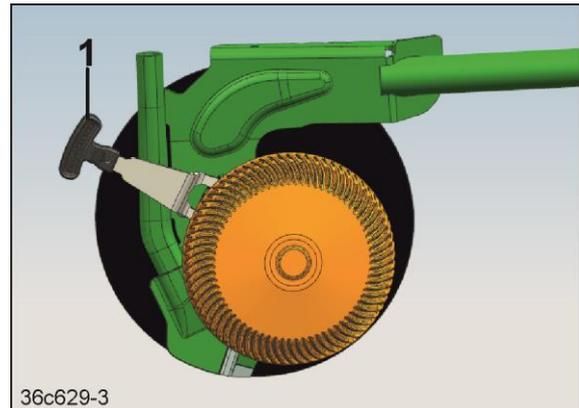

Fig. 267
2. Der Hebel (Fig. 267/1) dient zum Betätigen der Tiefenführungsscheibe/rolle. Den Ansatz des Hebels in die erforderliche Bohrung stecken.